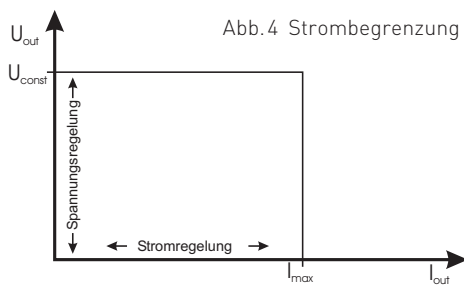

Abb.4 Strombegrenzung
**Strombegrenzung** bedeutet, dass nur ein bestimmter maximaler Strom fließen kann. Dieser wird vor der Inbetriebnahme einer Versuchsschaltung am Netzgerät eingestellt. Damit soll verhindert werden, dass im Fehlerfall (z.B. Kurzschluss) ein Schaden an der Versuchsschaltung entsteht. In Abb.4 erkennen Sie, dass die Ausgangsspannung  $U_{\text{out}}$  unverändert bleibt und der Wert für  $I_{\text{out}}$  immer größer wird (Bereich der Spannungsregelung). Wird nun der eingestellte Stromwert  $I_{\text{max}}$  erreicht, setzt die Stromregelung ein. Das bedeutet, dass trotz zunehmender Belastung der Wert  $I_{\text{max}}$  nicht größer wird. Stattdessen wird die Spannung  $U_{\text{out}}$  immer kleiner. Im Kurzschlussfall fast 0Volt. Der fließende Strom bleibt jedoch auf  $I_{\text{max}}$  begrenzt.